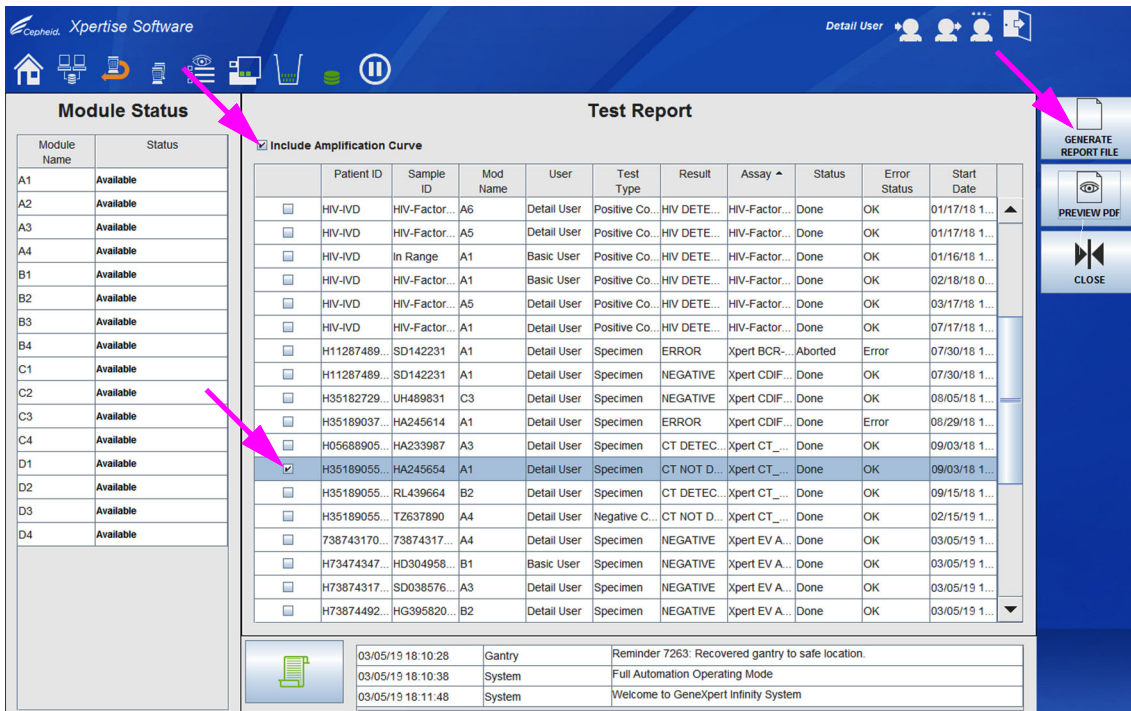

图 5-81. 测试报告工作区（管理和详细信息用户）
1. 从查看结果 (View Results) 工作区，选择**报告 (Report)** 按钮（请参见图 5-63）。显示检验报告 (Test Report) 工作区。请参见图 5-81。
2. 使用左侧列的复选框，选择一个或多个要生成的检验报告。请参见图 5-81。
3. 如需在检验报告中包含扩增曲线，选择工作区顶部的包含扩增曲线 (Include Amplification Curve) 复选框。请参见图 5-81。
- 1) 选择检验报告 (Test Report) 工作区上的**生成报告文件 (GENERATE REPORT FILE)** 按钮（请参见图 5-81）以创建一个检验报告 PDF 文件。将出现生成报告文件 (Generate Report File) 对话框，让您将该文件保存到指定的位置。浏览到该位置后，选择**保存 (SAVE)**。